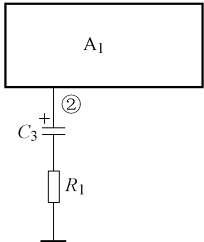

图 13-19 示意图
**5. 集成电路交流负反馈引脚②脚外电路**
如图 13-19 所示，集成电路  $A_1$  的②脚与地端之间接一个  $RC$  串联电路  $C_3$  和  $R_1$ ，这是交流负反馈电路，一般情况下负反馈引脚的外电路就有这样的特征，利用这一特征可以方便地在集成电路  $A_1$  的各引脚上找出哪是负反馈引脚。